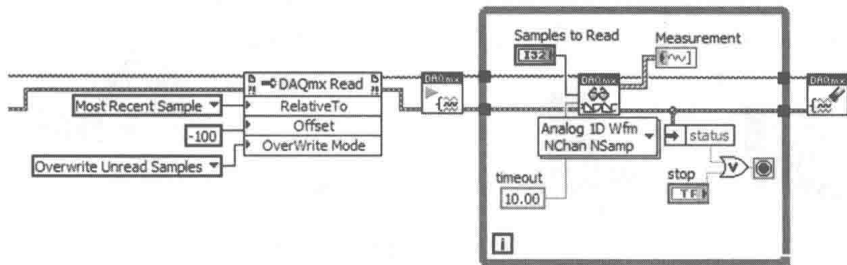

图 16-82 忽略缓冲区溢出错误
- ◆ 忽略缓冲区溢出错误。这样可以只读取最新的采集数据，放弃未及时读取而被覆盖的采集数据。如果要设置忽略缓冲区溢出错误，则需要修改三个属性，如图 16-82 所示。其中“Offset”属性最好为“Samples to Read”，即要读取点数的负值。